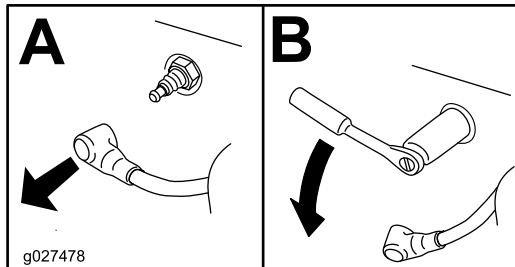

Figura 25
4. Retire la bujía (Figura 25).